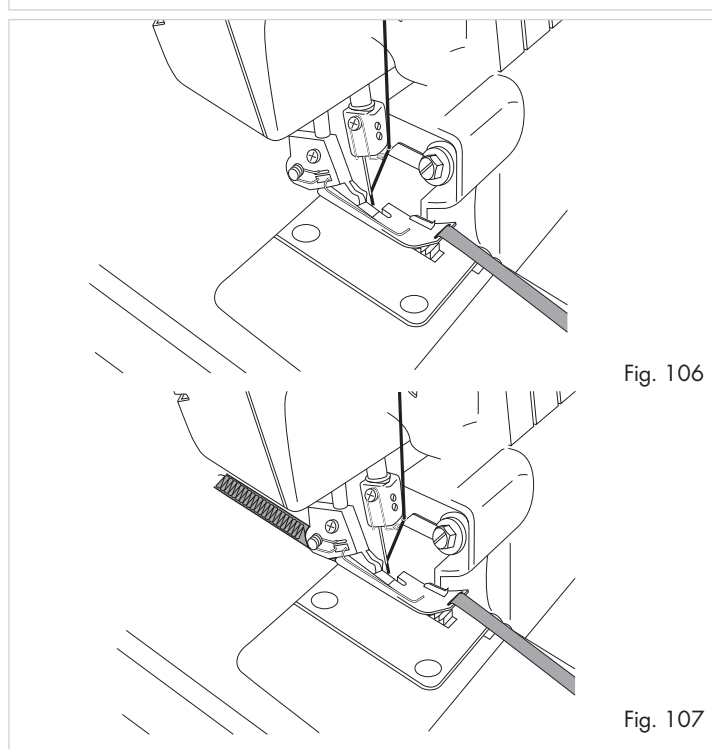

Fig. 106
3. Trageți adaosul (fir sau panglică) prin fanta din zona din față a piciorușului 21 (fig. 106).